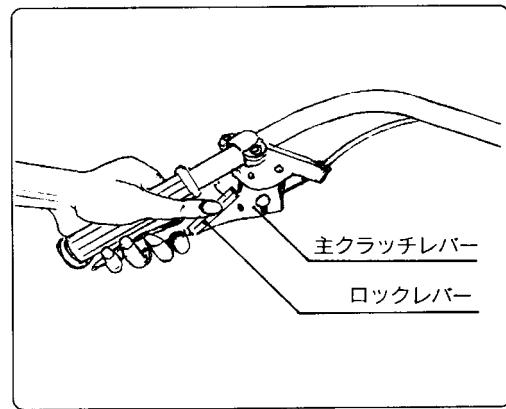

図10
- 1) クラッチを入れるには、ハンドル左側のレバーを握ります。左手でレバーを握ると、クラッチストッパーが力ちりと入り、クラッチがロックされます。(図10)